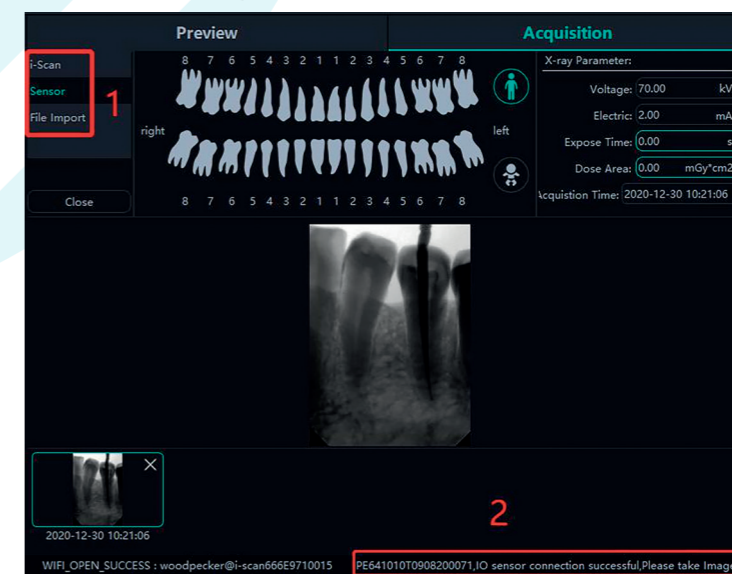

Figura 22
1. Conecte o dispositivo sensor à interface USB do computador e selecione o tipo de dispositivo «Sensor» na área 1, conforme mostrado na Figura 22. Clique em «Open» (Abrir), o dispositivo entrará no estado de aquisição e começará a adquirir imagens. Nesse momento, o número de série do sensor é exibido na barra de status do software da área 2, conforme mostrado na Figura 22. Quando o sensor for usado pela primeira vez, será solicitado ao utilizador «Whether to download the calibration file through the network» (Se deseja fazer o download do ficheiro de calibração pela rede). Clique em «Yes» (Sim) para iniciar o download; se clicar em «No» (Não), o utilizador será solicitado a «Whether to manually import the calibration file» (Importar manualmente o ficheiro de calibração). Clique em «Yes» (Sim) para selecionar o ficheiro de calibração a ser importado. Geralmente, a imagem adquirida pelo sensor será melhor depois de o ficheiro de calibração ser selecionado, conforme mostrado nas Figuras 23 e 24.